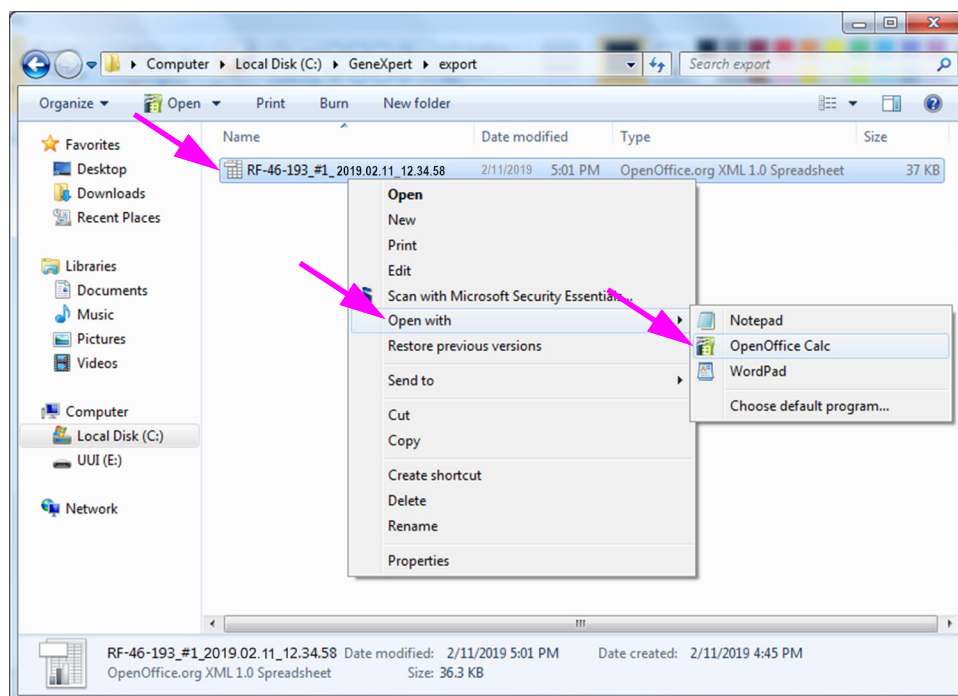

图 D-1. 打开 .csv 文件配置 AOO（示例）
1. 在您的系统中的 GeneXpert 文件夹，导航到 **Export（导出）** 文件夹。右键单击您要打开的 .csv 文件。当下拉菜单显示时，单击 **Open with（打开方式）** 并选择 **OpenOffice Calc**。参见图 D-1。